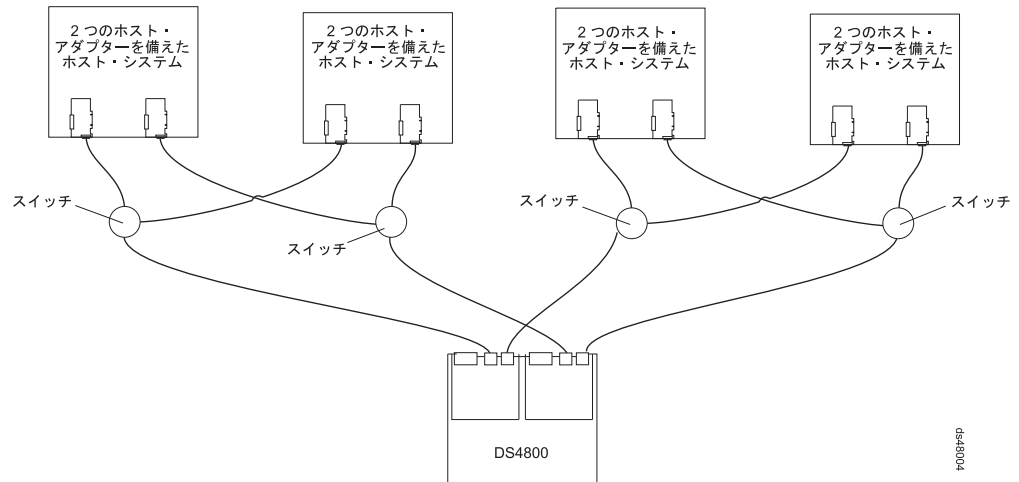

図 70. 2 クラスター構成の例
- 2 つのクラスター (113 ページの図 70)
113 ページの図 70では、1 つの DS4800 および 4 つのホスト・システムが 2 つのクラスター (各クラスターが 2 つのホスト・システムおよび 2 つのファイバー・チャンネル・スイッチから成り立っている) に構成されている例を示しています。